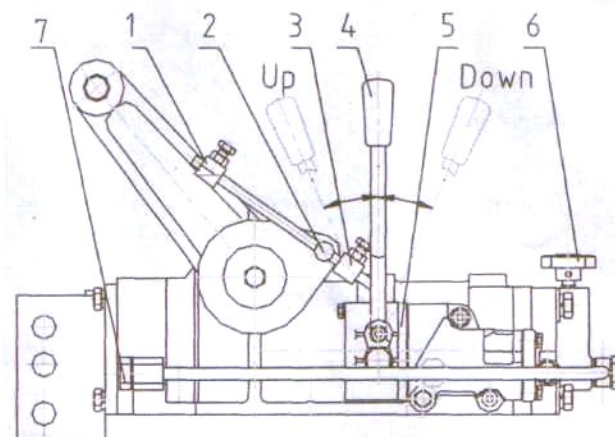

Рис. 3. Гидравлический подъемник.
- Подъем и опускание сельскохозяйственного оборудования (Рис. 3). Переместите рычаг управления вперед - и присоединенное оборудование опустится. Установите блокиратор опускания в соответствующем положении таким образом, чтобы штепсель (2) соприкоснулся с блокиратором опускания (1), когда оборудование опущено на желаемое рабочее опущенное положение, потяните быстро назад ручку управления в нейтральное положение, чтобы оборудование осталось на желаемой рабочей высоте. Когда необходимо поднять оборудование, просто переместите рычаг (4) назад и оборудование будет подниматься до тех пор, пока штепсель (2) не соприкоснется с блокиратором подъема (3) и переместите рычаг в нейтральное положение. Различную высоту подъема можно достичь, если фиксатор подъема (3) закреплен в различных положениях. Если рабочую высоту необходимо достичь во время работы, необходимо немного переместить рычаг вперед-назад, чтобы достичь желаемого результата. Пожалуйста, запомните, что рычаг управления должен находиться в нейтральном положении сразу же после регулировки. Если необходимо отрегулировать скорость подъема, открутите или закрутите слегка ручное колесико на гидравлическом стопорном клапане (6).